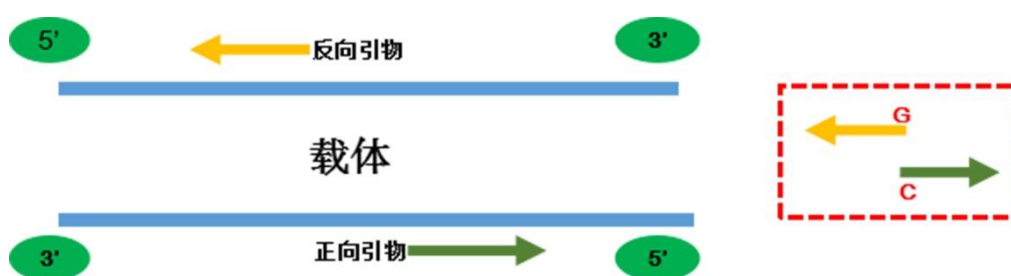

图 2. 线性化载体示意图。（红色虚线框表示两条引物末端不要 GC 配对）
1. 选取载体上下游任意想要插入的位点设计正反向引物，建议引物 T_m 值相近（如图 2），两条载体末端尽量不要选择 GC 互补会增加假阳性的概率；